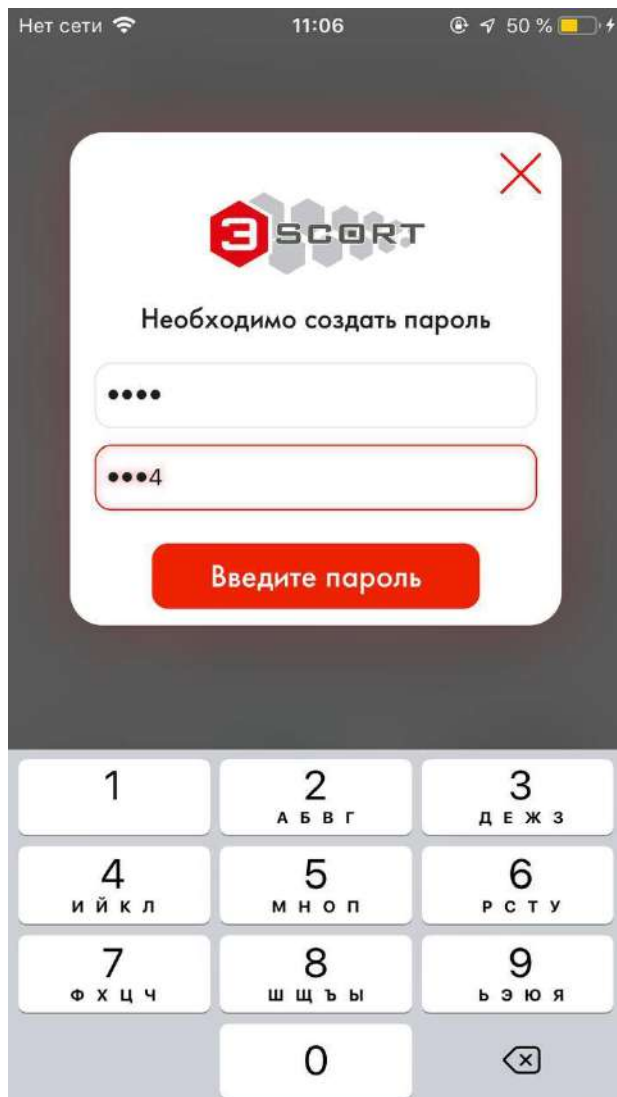

Рис. 11 Установка пароля в первый раз
2.3.2 Когда вы подключаете И-5 в первый раз и пытаетесь изменить какие-либо настройки в его конфигурации, вам потребуется установить новый пароль (Рис. 11).